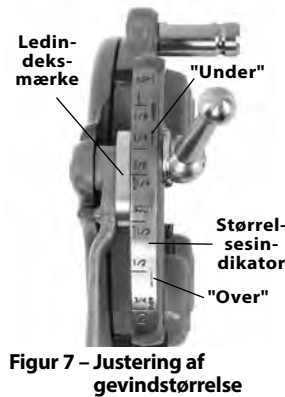

Figur 6 – Isætning af bakker
4. Løft skivens tunge ud af åbningen i størrelsesindikatoren. Flyt skiven til enden af åbningen (figur 6).
6. Isæt de rette bakker i skærehovedet med kanten med tal opad, så indikatorlinjen flugter med skærehovedets kant (se figur 6). Tallene på bakkerne skal svare til tallene på gevindskærehovedåbningerne. Udskift altid bakkerne i sæt – undgå at blande bakker fra forskellige sæt.